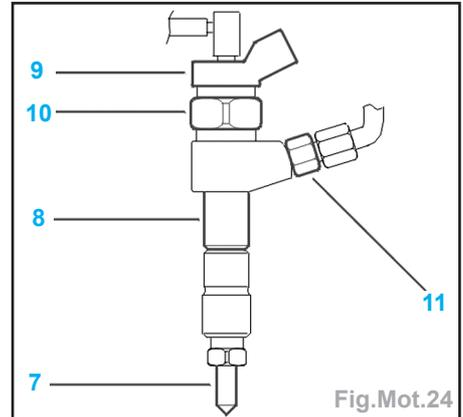

Fig.Mot.24
- Ne pas dissocier le porte-injecteur diesel (8) des éléments suivants (Fig.Mot.24) :
- Ne pas dissocier le porte-injecteur Diesel (8) des éléments suivants (Fig. Mot.24) :
- injecteur diesel (7),
- élément électromagnétique (9) (destruction).
- Ne pas manœuvrer l'écrou (10) (dysfonctionnement).
- Ne pas dissocier le raccord (11) d'un injecteur Diesel.